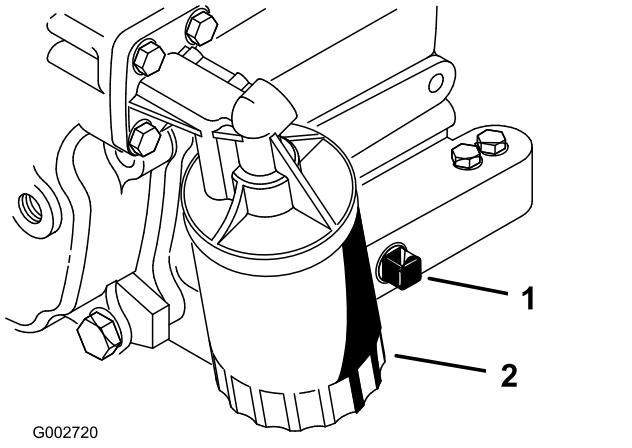

Bild 26
- Entfernen Sie die Ablassschraube (Bild 26) und lassen Sie das Öl in die Auffangwanne ab. Schrauben Sie die Ablassschraube wieder ein, nachdem das Öl abgelaufen ist.
- Entfernen Sie den Ölfilter (Bild 26).